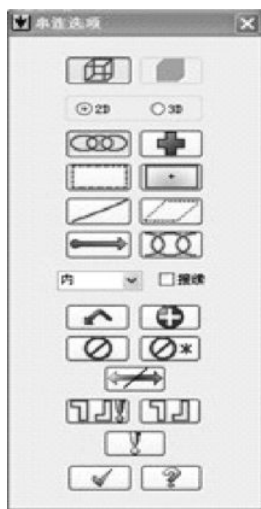

图 1-11 串连选项
① 在主菜单上单击“实体”，单击下拉菜单第一项“实体挤出”，如图 1-11 所示
② 弹出图素选择对话框，点选直径为“90”和“30”的两个圆，注意其弹出来的箭头要保持一致向上，单击确认按钮
③ 在弹出的“实体挤出”对话框的“延伸距离”文本框中输入“22”，单击确认按钮